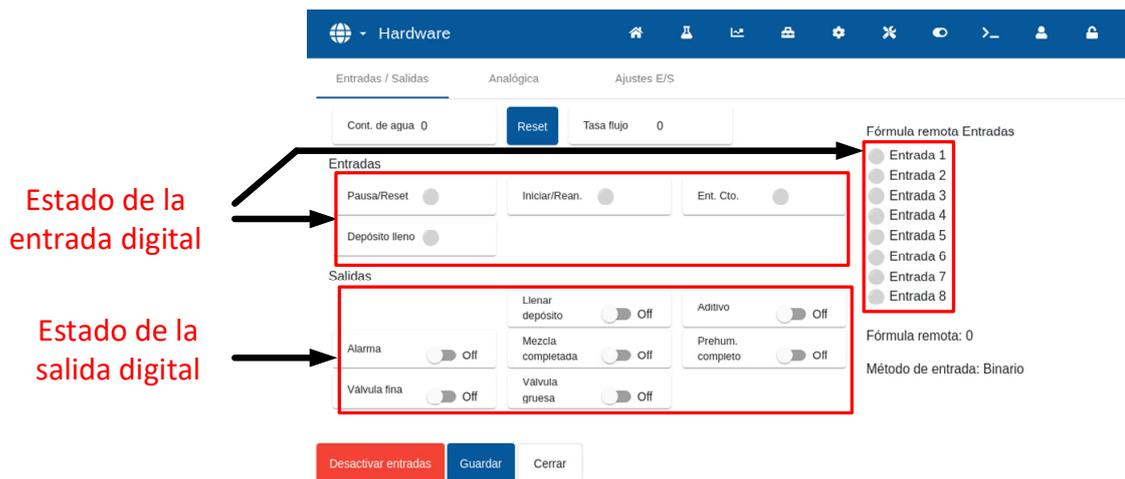

Figura 25: Página Prueba de E/S
Las entradas y salidas digitales pueden comprobarse mediante la página «Entradas/Salidas» de la pantalla «Hardware» (consulte la Figura 25).
1. Vaya a la página «Entradas/Salidas» de la pantalla «Hardware» (consulte la Figura 25). Pulse el botón «Reiniciar» si el valor del «Contador de agua» no es «0».